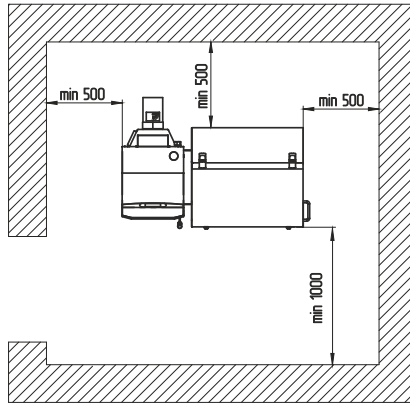

Рис.7. Схема установки котла с соединением котла с дымоходом и устройством очистки.
6.1.11. Расположение котла в помещении с учетом необходимого для обслуживания пространства показано на Рис. 7.